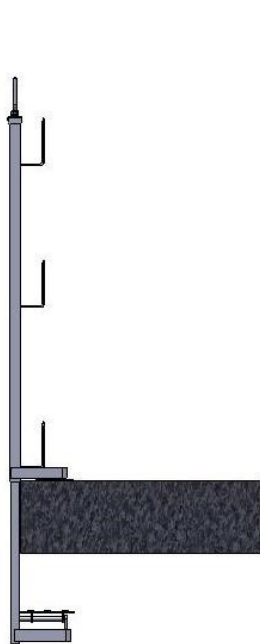
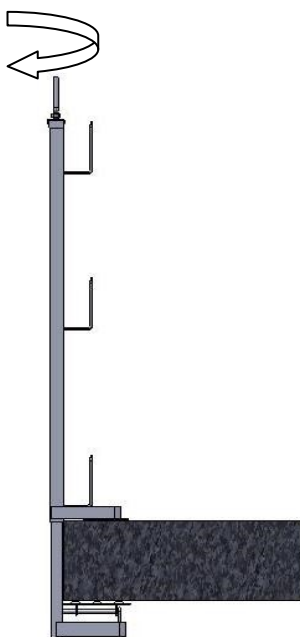
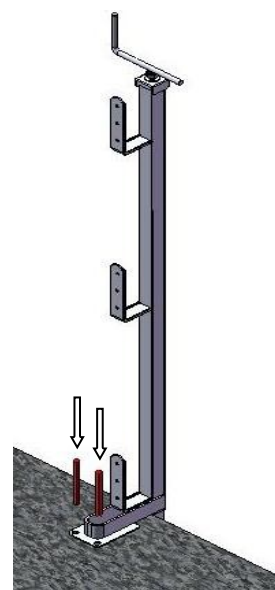

fig.5
fig.6
fig.7
### Montaggio (fig. 5 – 6 – 7 – 8)
- Utilizzando una piattaforma di lavoro in sicurezza, posizionare un primo montante accostandolo al bordo (fig. 5 a pag. 9) del manufatto (**N.B.: il montante deve essere posizionato il più vicino possibile al manufatto**), quindi ruotare la maniglia (fig. 6 a pag. 9) in senso orario per consentire la presa della morsa alla soletta. Avvitare la maniglia fino ad assicurare il massimo serraggio (coppia di serraggio applicata nelle prove per certificazione: 30 N.m);
- Creare due buchi sulla soletta in corrispondenza dei fori della piastra sulla parte superiore della morsa (fig. 7 a pag. 9) ed inserirvi i rispettivi tasselli. I tasselli vanno scelti in base alla tipologia e alla consistenza della soletta e ai carichi riportati nella fig. 5 a pag. 4. Il tutto serve per aiutare il montante a mantenere la sua posizione in caso di eventuale urto e in caso di condizioni meteorologiche particolari (p.es. forte vento);